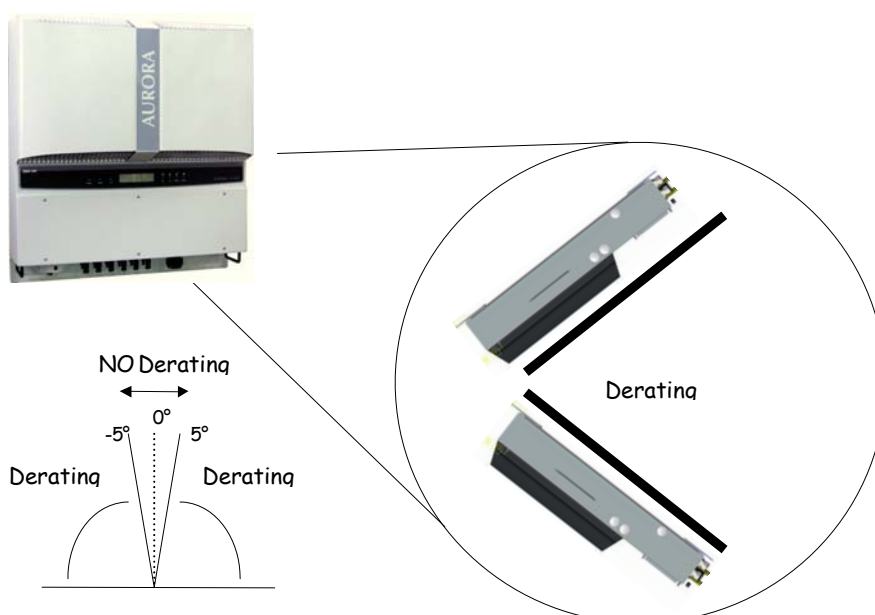

Fig.8 Montaggio in posizione inclinata
**NOTA:** Sebbene sia possibile montare l'unità anche in posizione inclinata (vedi fig.8), fare attenzione che in tal caso potrebbero verificarsi delle diminuzioni delle prestazioni (Derating), dovute al peggioramento della dissipazione del calore.